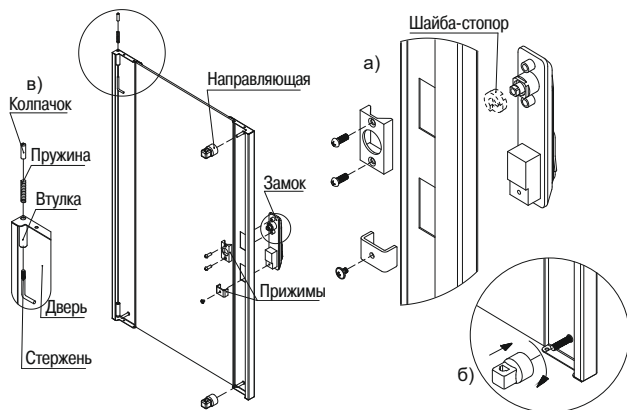

Рисунок 11 – Сборка дверей
3.3.1 Извлеките из второго места стеклянную или перфорированную дверь в зависимости от комплектации. Вставьте замок в посадочные квадратные отверстия, закрепите замок прижимами (рисунок 11 а), направляющие наверх на шпильки (рисунок 11 б).
3.3.2 Для сборки петли сначала вставьте пружину во втулку, пропустите во втулку стержень и заверните колпачок (рисунок 11 в).